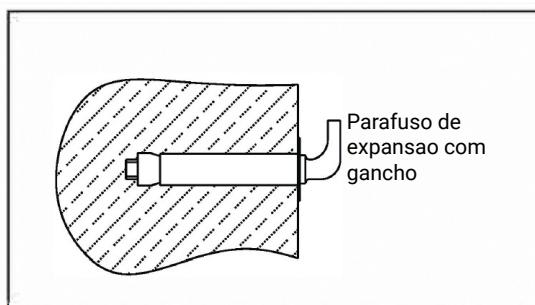

Fig. 2
- Depois de selecionar um local adequado, determinar as posições dos dois furos usados para parafusos de expansão com gancho (200mm). Faça dois furos na parede com a profundidade e tamanho correspondentes ao parafusos de expansão anexados ao aquecedor, insira o parafuso, gire o gancho para cima, aperte as porcas para fixar firmemente e, em seguida, pendure o aquecedor de água nele (veja a fig. 2).